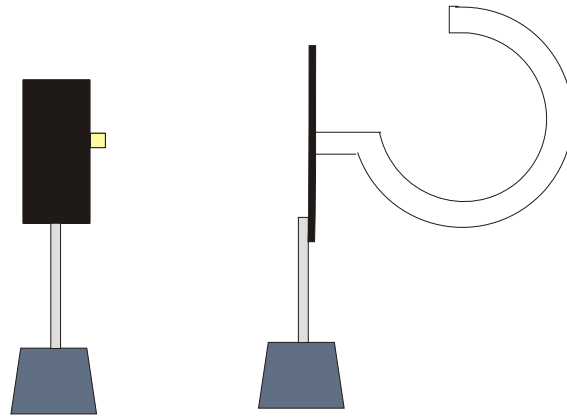

Fig. 1 Appareillage expérimental avec le laser à diode (U16040)
- Montez le dispositif expérimental conformément à la figure 1.